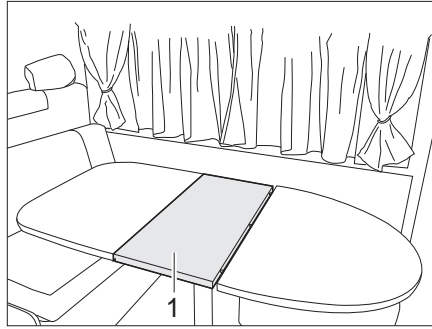

Bild 100 Förstora det fasta bordet
- Sätt in bordsförlängningen (Bild 100,1).
- Ta bort bordsförlängningen (Bild 100,1) och ställ undan den säkert.